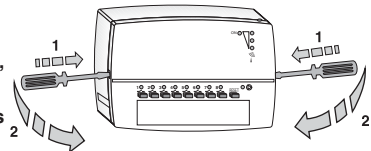

Abb. 3.i
- Führen Sie zuerst auf der einen, dann auf der anderen Seite einen Schraubendreher in die dafür vorgesehenen Schlitze an den Seiten des Gerätes ein, üben Sie einen leichten Druck auf den Schließhaken aus und heben Sie dann mit Hilfe einer kleinen Drehung des Schraubendrehers nach vorn (wie in Abbildung 3.i) das Frontteil ab.